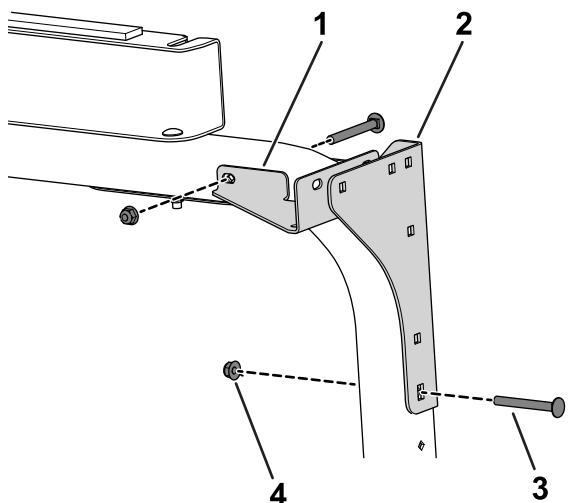

图28
6. 使用4个托架螺栓5/16 x 2 $\frac{3}{4}$ 英寸和4个螺母5/16 英寸将后安装支架和后角撑板固定到翻车保护杆上图28。